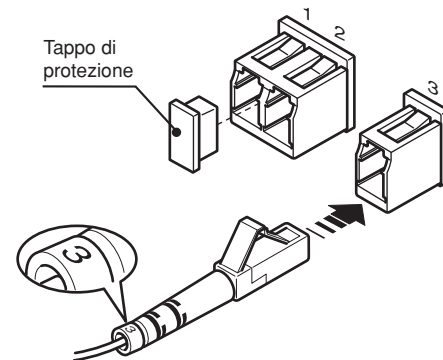

Fig. 5
- Inserite con particolare cura le fibre nei rispettivi connettori, che si trovano sul pannello posteriore del DigiOptical Image Processor e sul retro del Display (Fig. 5).